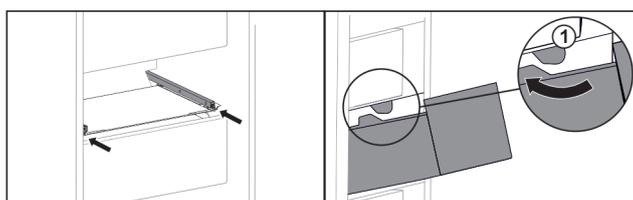

Fig. 42
- ▶ Guider le tiroir en contournant les butées Fig. 42 (1).